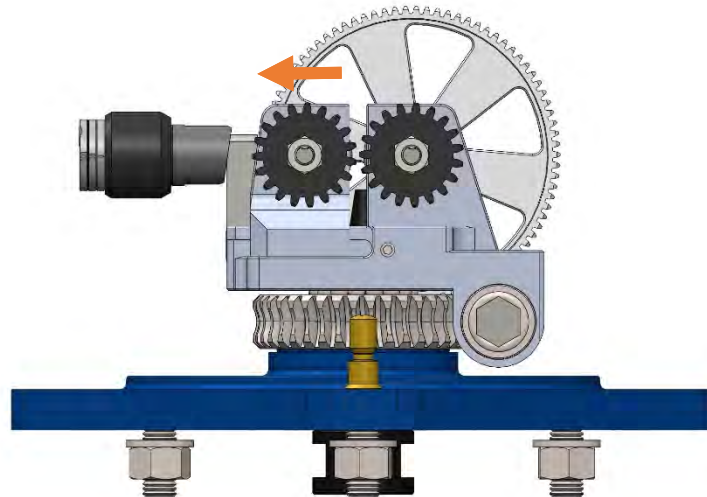

Abbildung 21
3. Schieben Sie die mobile Halterung entlang der Führung, damit sich die Twister-Rollen öffnen können. (Abbildung 21)